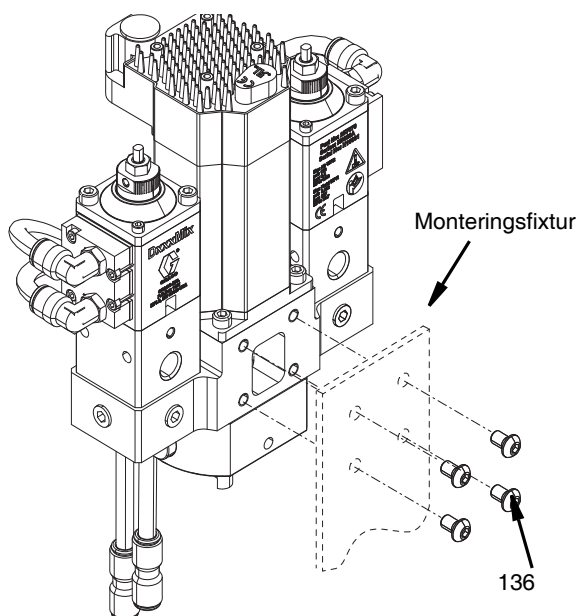

FIG. 26
Voltex dynamisk blandningsventil avlägsnas från monteringsfixturer genom att skruva loss de fyra M6 - 1,0 x 10-skruvorna (136). Se FIG. 26.